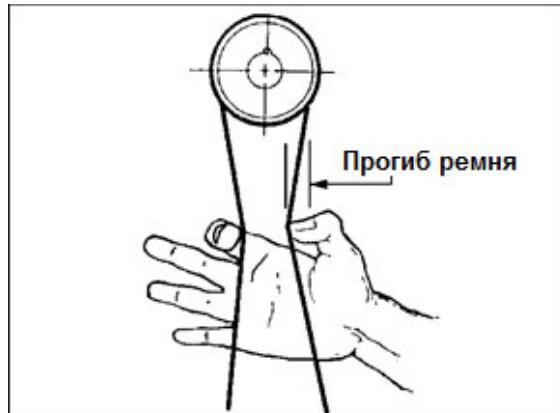

Рис. 12
**ПРИМЕЧАНИЕ:** надлежащее натяжение ремня достигается тогда, когда при умеренном надавливании на ремень пальцами появляется небольшой прогиб (Рис. 12).